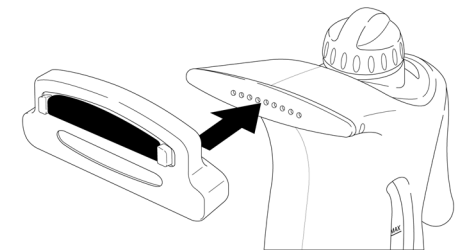

FIGURE 2
2. Glissez le *Boîtier en Caoutchouc pour Accessoires* (avec l'accessoire déjà inséré) sur le *Bec à Vapeur* comme illustré (FIGURE 2). Vérifiez que les trous dans le *Bec à Vapeur* sont alignés avec la fente sur le *Boîtier en Caoutchouc pour Accessoires*, pour ne pas bloquer la vapeur.